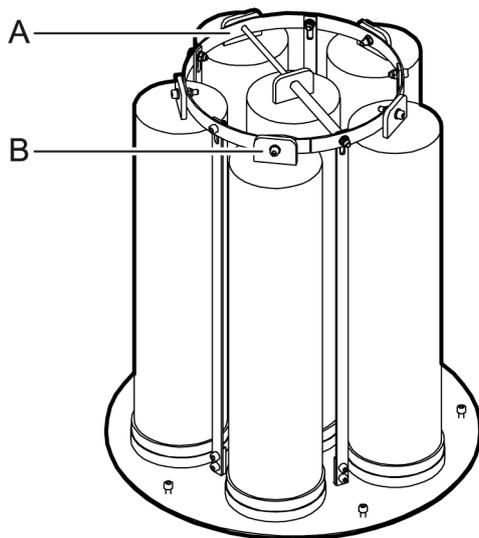

Abbildung 5-3. Strumpffilterkassette
1. Lösen Sie die jeweilige Verschraubung (Pos. B in *Abbildung 5-3, Seite 29*) ganz oben an der Strumpffilterkassette, damit die Oberseite des Strumpffilters freigegeben wird.
4. Setzen Sie einen neuen Strumpffilter ein. Überprüfen Sie, dass die Befestigung ganz oben am Strumpffilter am Montagerring anliegt (Pos. A in *Abbildung 5-3, Seite 29*), um sicherzustellen, dass der Strumpffilter in die korrekte Position gelangt und nach der Montage nicht verdreht ist.